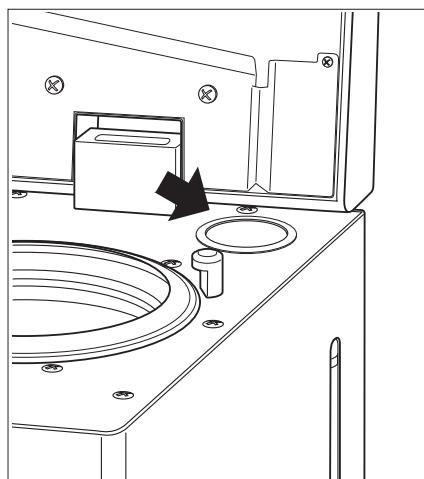

図 23
- 6) 新しい水(1L)を給水口よりゆっくり注ぎます。使用する水は $15 \mu\text{S/cm}$ 以下の蒸留水、イオン交換水、RO 水等を使用してください。(図 23)